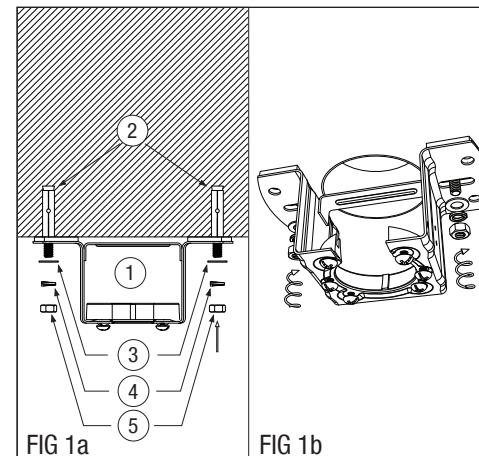

FIGURA 2
A seguir, insira a bucha para suporte da haste **⑨** no eixo do motor do conjunto central **⑦** com o aro maior voltado para cima. Passe os fios do motor pela lateral da abertura da bucha e, então, por dentro dela, como mostra a figura 2. Alineie os furos da bucha com os do eixo do motor.